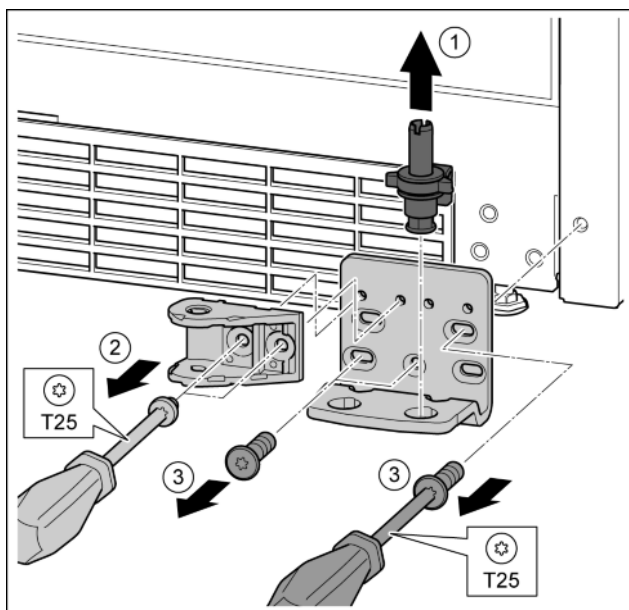

Fig. 35
- ▶ Kompletną płytkę zawiasu wyjąć w górę. *Fig. 35 (1)*
- ▶ Śruby wykręcić przy pomocy śrubokręta T25 i zdjąć połączenie amortyzatora zamykania. *Fig. 35 (2)*
- ▶ Śruby wykręcić przy pomocy śrubokręta T25 i zdjąć płytkę zawiasu. *Fig. 35 (3)*